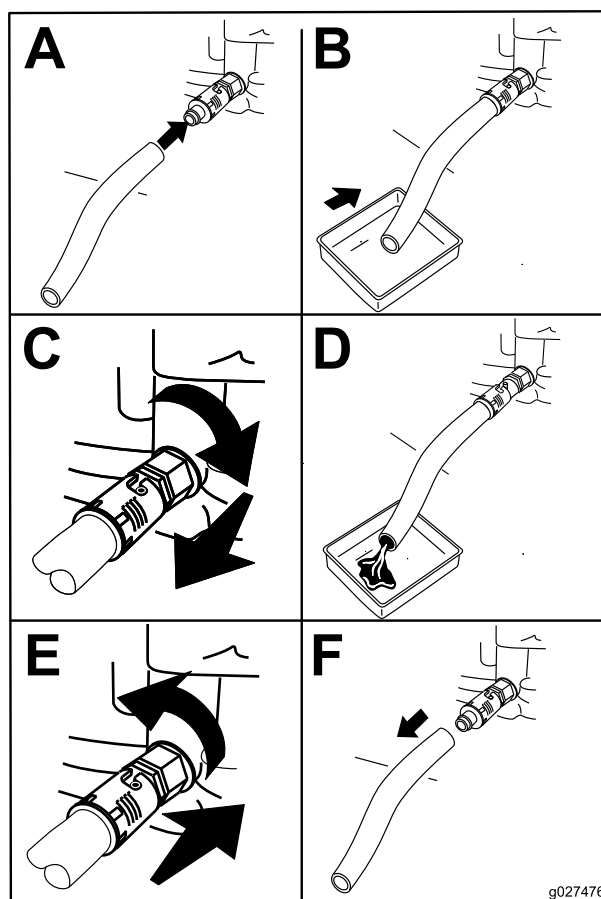

Рисунок 24
4. Слейте масло из двигателя (Рисунок 24).